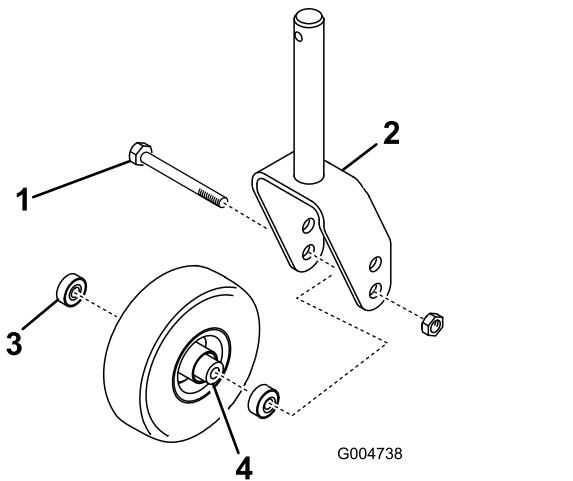
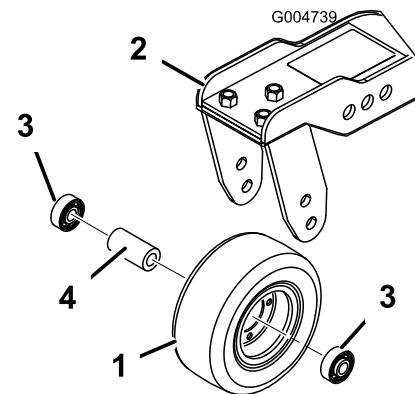

Figura 123
Figura 124
- Retire la contratuerca del perno que sujetla el conjunto de la rueda giratoria entre la horquilla (Figura 123) o al brazo de pivote (Figura 124).
- Retire el cojinete de la rueda y deje que se caiga el suplemento del cojinete (Figura 123 y Figura 124).